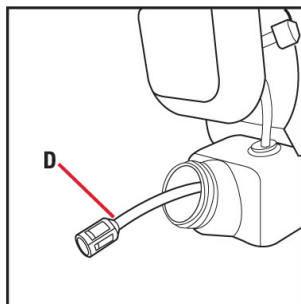

Fig. 10C
2. Tire del filtro (D) con un movimiento de torsión. (Fig. 10C)
3. Cambie el filtro de combustible (D). (Fig. 10C)